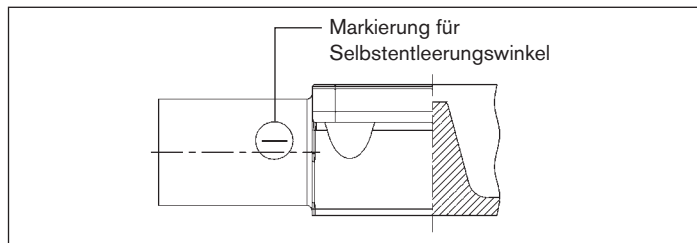

Bild 26: Markierung für die korrekte Einbaulage
- Zur Leitungsachse einen Neigungswinkel von $1^\circ \dots 5^\circ$ einhalten. Bei Schmiede- und Gussgehäusen ist hierfür eine Markierung angebracht, welche nach oben zeigen muss (12-Uhr-Stellung, siehe „Bild 26: Markierung für die korrekte Einbaulage“).